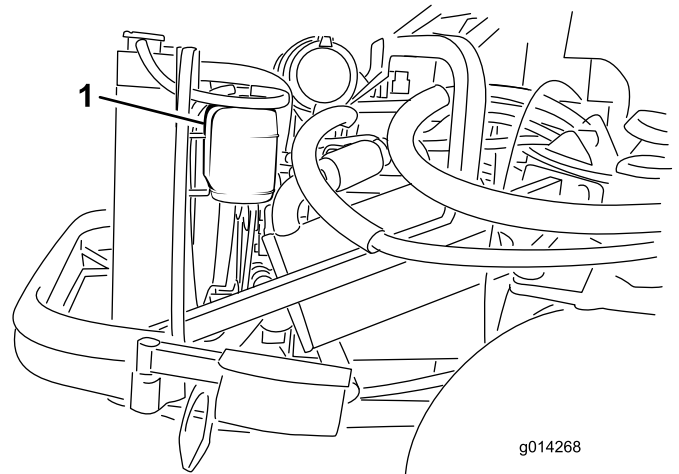

図 41
1. 液量の点検は補助タンクで行う(図41)。タンク側面についている2本のマークの間であれば適正である。